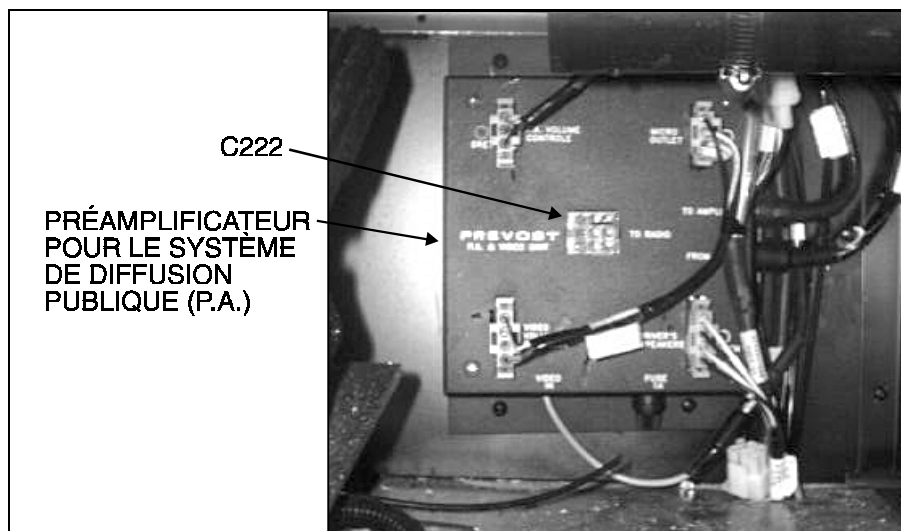

FIGURE 6
2. Localiser le préamplificateur pour le système de diffusion publique (P.A.) (voir figure 6, page 11). Débrancher le câblage électrique, retirer les vis retenant le préamplificateur pour le système de diffusion publique (P.A.), puis déposer celui-ci.